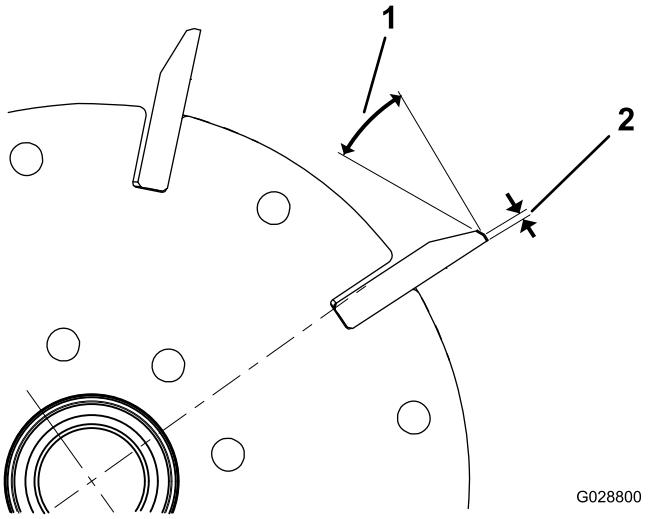

Figure 27
- Créez un angle de dépouille de 30° sur toutes les lames du cylindre jusqu'à obtention d'une facette de 1,3 mm de largeur (Figure 27).